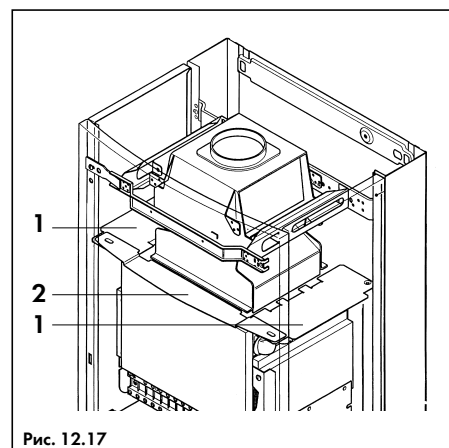

Рис. 12.17
- Выкрутить саморезы и снять фронтальную и боковые теплоотражающие пластины (2 и 1, рис. 12.17);